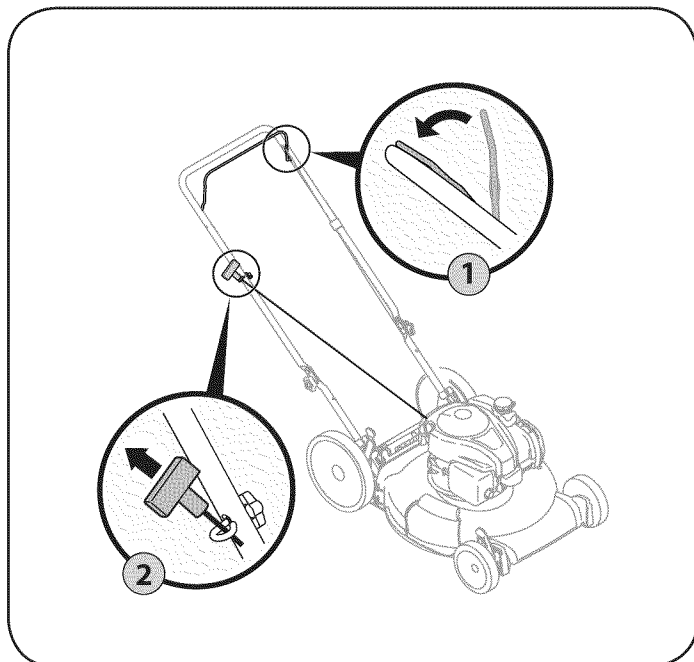

Figura 12
2. Sostenga firmemente las dos manijas juntas, tome la manija del arrancador de retroceso y tire de la cuerda para sacarla con un movimiento rápido y continuo. Vea la Figura 12. Mantenga firme la manija del arrancador, deje que la cuerda regrese lentamente al arrancador. Repita hasta que el motor esté en marcha. Deje que la cuerda se enrosque lentamente de regreso.